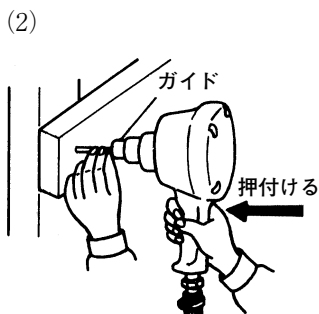

図 8
(2) ガイドの中に釘頭を入れて、釘がある程度打込まれ安定するまで本体を軽く押し付けます。(図8)